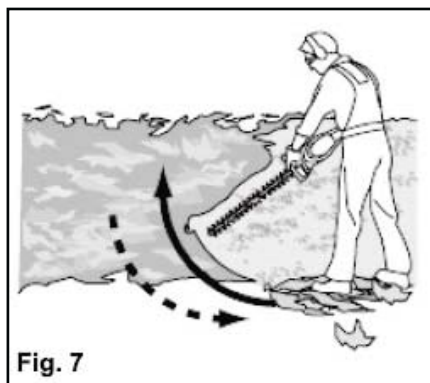

Fig. 7
5. Couper d'abord les deux parties latérales en faisant des mouvements de bas en haut. Cela empêchera les débris de coupe de tomber dans la trajectoire du matériau qu'il reste à couper (voir Fig. 7).